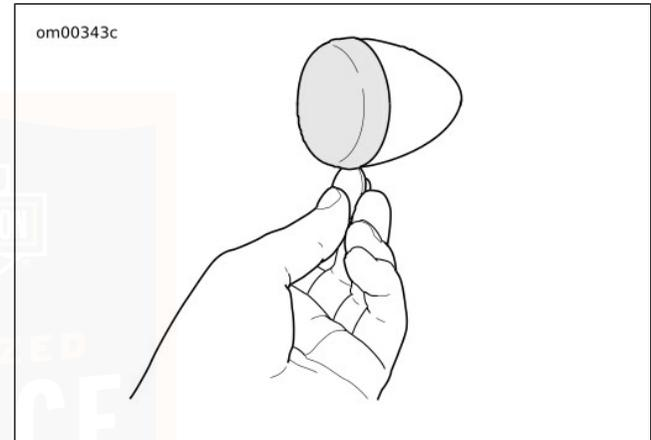

Abbildung 61. Streuscheibe entfernen.
1. Siehe Abbildung 61. Eine Münze oder die Klinge eines kleinen Schraubendrehers in die Kerbe an der Unterseite der Streuscheibe einsetzen. Vorsichtig drehen, bis der Streuscheibendeckel aus dem Lampengehäuse herauspringt.